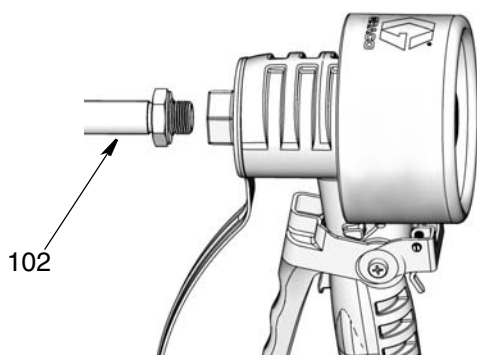

Рис. 5
- b. Вкручивайте удлинительную трубку (102) в корпус расходомер, как показано на Рис. 5, до тех пор, пока она не упрется в дно.